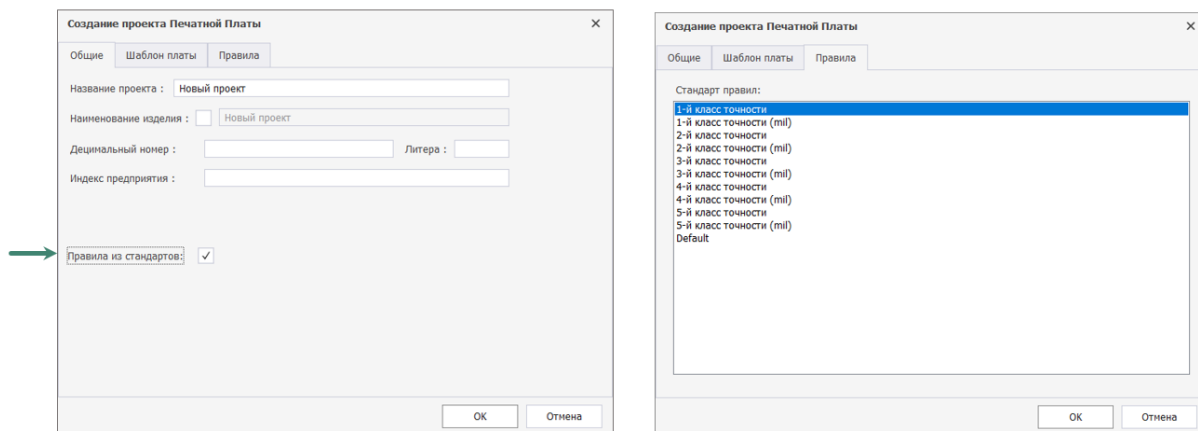

Рис. 24 Выбор технологических правил из стандартов
6. При необходимости технологические правила могут быть взяты не из шаблона платы, а из стандартов системы. Для этого во вкладке «Общие» необходимо поставить флаг в поле «Правила из стандартов», Рис. 24. После этого будет добавлена еще одна вкладка «Правила», в которой будет доступен выбор шаблона технологических ограничений.